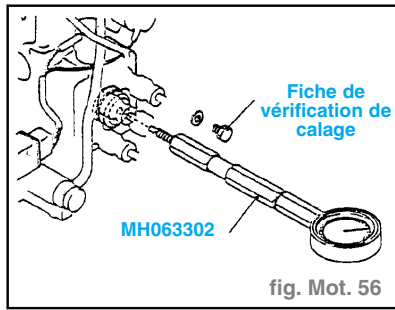

fig. Mot. 56
- Déposer la fiche de vérification de calage de la pompe à injection et le joint d'étanchéité, puis fixer l'outil spécial. (fig. Mot. 56)